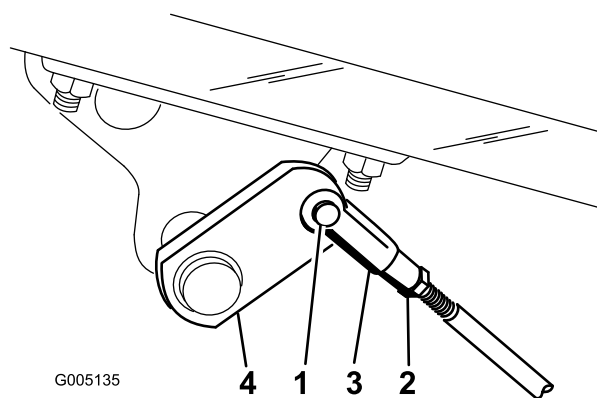

図 58
2. ブレーキが片効きであれば、コッター・ピンとクレビス・ピンを外して、ブレーキロッドを外す (図 58)。
3. ジャムナットをゆるめ、クレビスを調整する (図 58)。
4. クレビスをシャフトに取り付ける (図 58)。